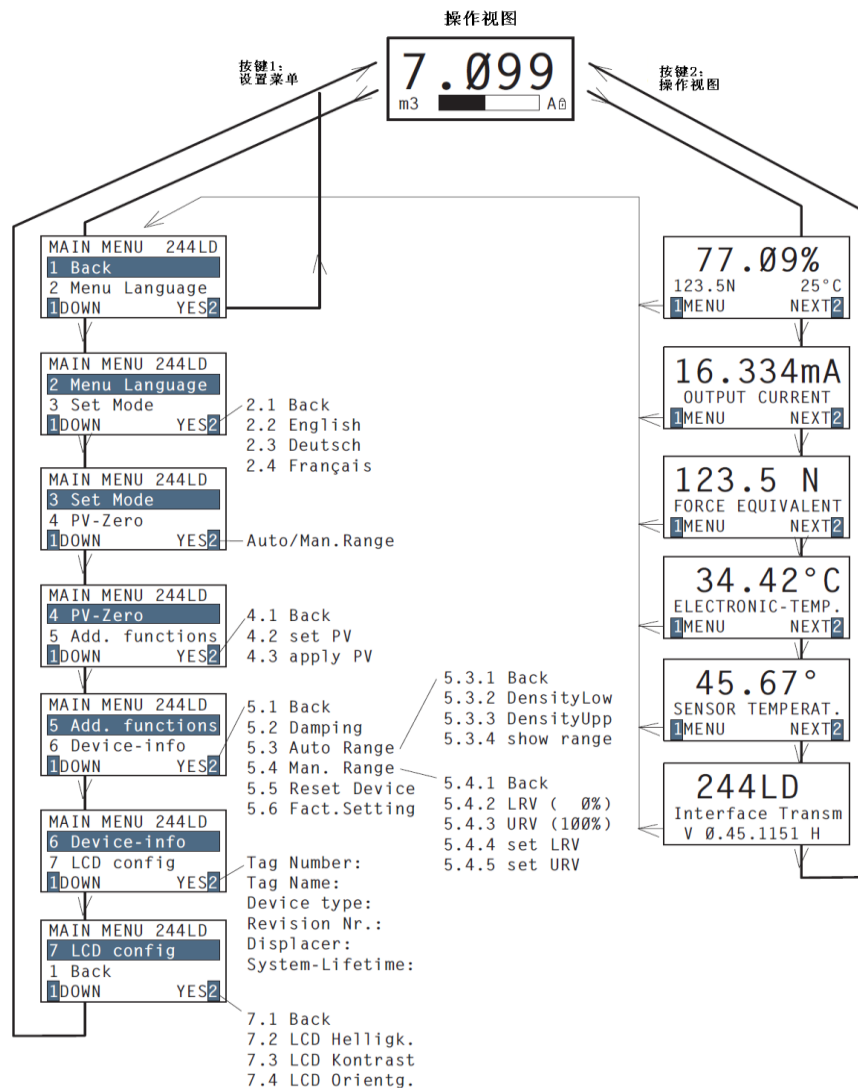

图 13
从操作视图开始，按键②切换操作具体项；按键①切换选项主菜单中，具体详见图 13。如果在 5 分钟内无按键操作，显示将自动返回到操作界面上。